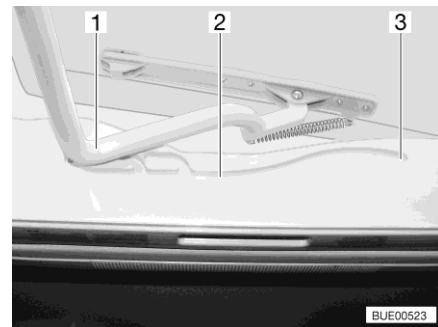

Fig. 32 Guida (oblò Heki)
- Tirare la staffa (Fig. 32,1) nelle guide (Fig. 32,2) fino alla posizione più all'indietro (Fig. 32,3).
- Spingere la staffa (Fig. 32,1) leggermente verso l'alto con ambedue le mani.
- Tirare la staffa nelle guide (Fig. 32,2) fino alla posizione desiderata.